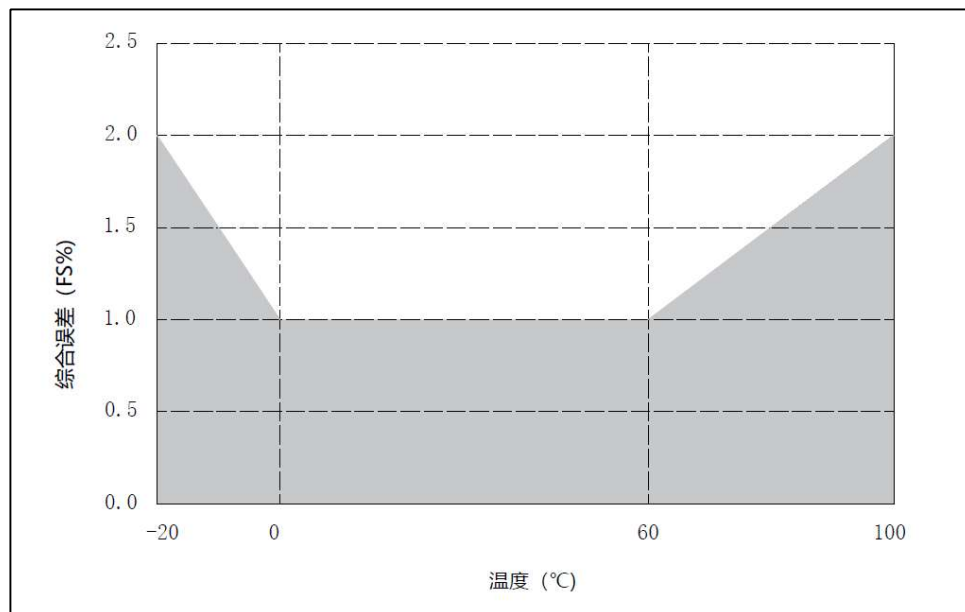

图 3. 综合误差与温度关系图
- (1) 压力漂移：指定压力范围内，零点和满量程的实际输出和规定输出的输出偏差。
- (2) 温度效应：在温度范围内的，零点和满量程在不同温度下的输出偏差。
- (3) 综合精度采用误差带表示，该误差带由三段线段组成，数据如图 3 和表 2。